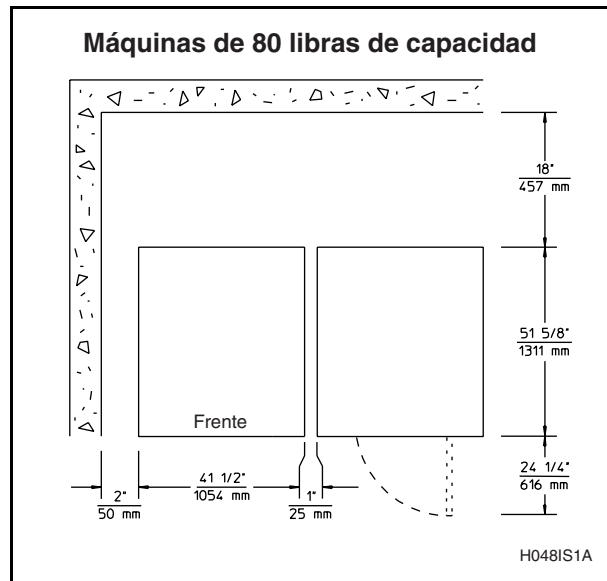

Figura 14
**Nota:** Los espacios libres para el modelo de 80 libras dependen del conjunto de agujeros para pernos de montaje que se utilice. Si la máquina se va a utilizar en una aplicación de montaje cerrado (conjunto de agujeros para pernos de montaje rotulado “A” en la Figura 28) mantenga los espacios libres indicados en la Figura 14. Si la máquina se va a utilizar en una aplicación de montaje estándar (conjunto de agujeros para pernos de montaje rotulado “B” en la Figura 28) mantenga una separación mínima de 203 mm (8 pulgadas) por cada lado de la máquina, adicionales a los espacios libres indicados en la Figura 14.